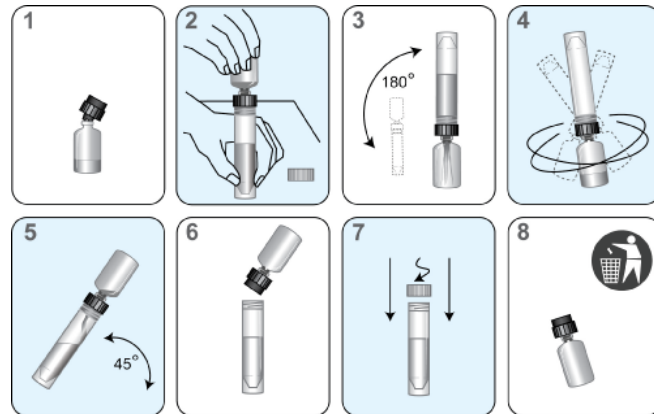

Figure 1. Procédure de reconstitution des réactifs
- d. Ouvrez le flacon de réactif lyophilisé en enlevant la capsule métallique et le bouchon en caoutchouc. Insérez fermement l'extrémité encochée du collier de reconstitution (noir) dans le flacon (Figure 1, étape 1).
- f. Placez le flacon de solution de reconstitution sur une surface stable (p. ex. une paillasse). Retournez ensuite le flacon de réactif lyophilisé au-dessus du flacon de solution de reconstitution et attachez le collet solidement au flacon de la solution de reconstitution (Figure 1 étape 2).
- g. Retournez lentement les flacons assemblés (flacon attaché au flacon de solution) pour que la solution puisse s'écouler dans le flacon en verre (Figure 1, étape 3).
- h. Soulevez les flacons assemblés et les retourner délicatement. Évitez de faire de la mousse pendant cette manipulation (Figure 1, étape 4).
- i. Attendez que le réactif lyophilisé se dissolve entièrement. Une fois le réactif lyophilisé dissous, retourner les flacons assemblés, puis inverser les flacons assemblés de nouveau, les inclinant selon un angle de 45° afin de minimiser la formation de mousse (Figure 1, étape 5). Inclinez lentement les flacons assemblés pour permettre à la totalité de la solution de s'écouler de nouveau dans le flacon de solution de reconstitution.
- j. Retirez avec précaution le collet de reconstitution et le flacon en verre (Figure 1, étape 6).
- k. Rebouchez la bouteille. Enregistrer les initiales de l'opérateur ainsi que la date de reconstitution sur l'étiquette (Figure 1, étape 7).
- l. Jetez le flacon de verre et le collier de reconstitution (Figure 1, étape 8).